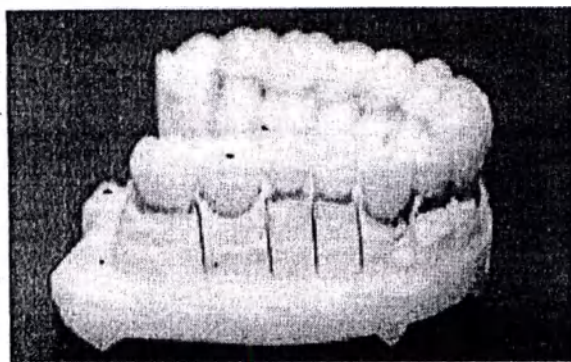

Рис. 15
- 7) По окончании цикла синтеризации изделие извлекается из аппарата, сравнивается с эталонной моделью, проверяется ее точность образцу и, если необходимо внести небольшие изменения, проводится повторная обработка с помощью алмазной фрезы или фрезы из карбида вольфрама (рис. 15)